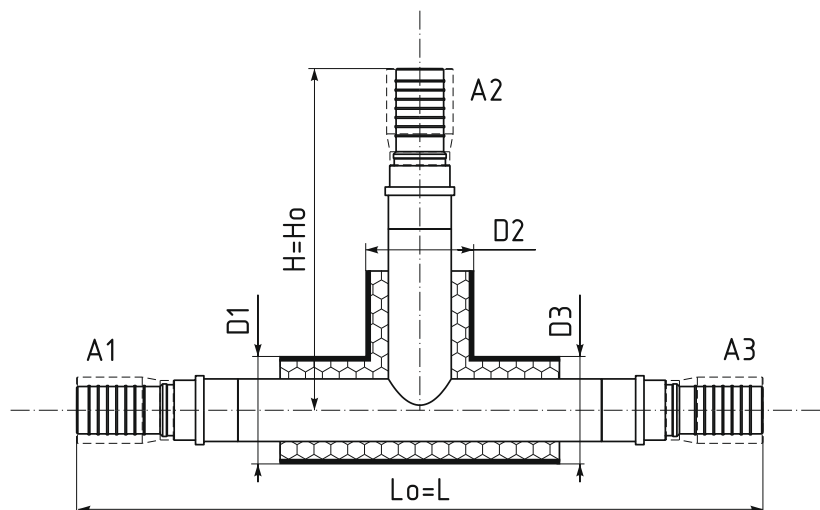

Рис. 2.7.2. Тройник прямой ПОЛИМЕРТЕПЛО.PRO обж.
- тройник прямой ПОЛИМЕРТЕПЛО.PRO обж. (см. рис. 2.7.2) – для труб ИЗОПРОФЛЕКС-115А/1,6;